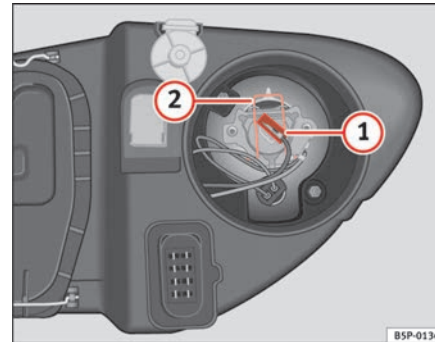

Abb. 163 Fernlicht
- Ziehen Sie den Stecker ⇒ Abb. 163 ① von der Lampe ab.
- Die Haltefeder ⇒ Abb. 163 ② durch Eindrücken und Rechtsdrehung abnehmen.